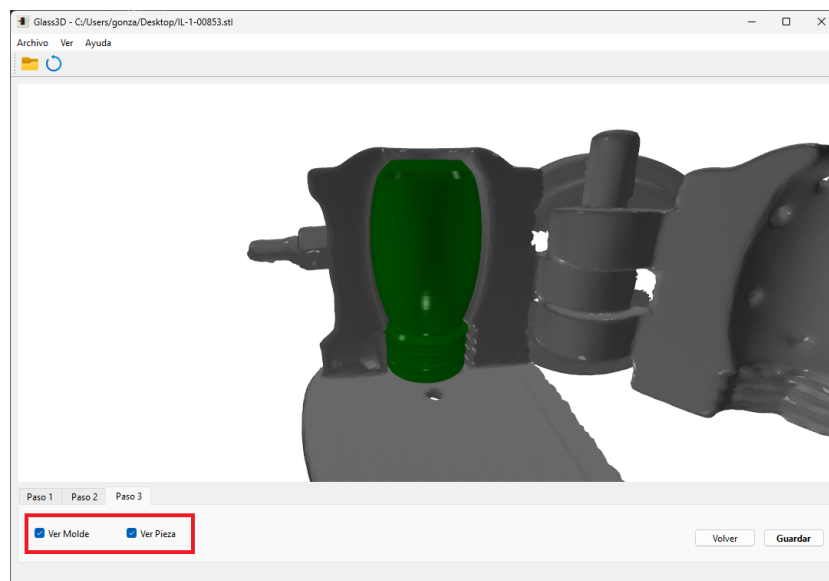

Figura 9: Generar Positivo: Comprobar resultado
1. Comprobar el resultado mostrando u ocultando el positivo o el molde con los checkbox del paso 3. Figura 9.